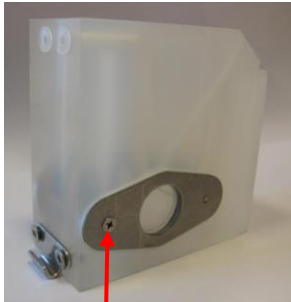

Figure 35
5. Dévisser les deux attaches des fenêtres d'observation (voir figure 35).
11. Fixez les fenêtres à l'aide des supports prévus à cet effet (voir Figure 35).